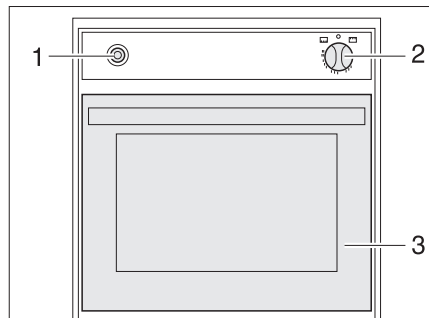

Bild 345 Gasbackofen (Spinflo)
- Backofenklappe (Bild 345,3) ganz öffnen.
- Drehregler (Bild 345,2) leicht drücken und auf "🔥" (Backofen) oder "GRILL" stellen.
- Drehregler (Bild 345,2) drücken und 5 bis 10 Sekunden lang gedrückt halten. Es strömt Gas zum Brenner.
- Zündschalter (Bild 345,1) so oft drücken, bis die Flamme brennt.
- Drehregler (Bild 345,2) auf "O" drehen. Die Flamme erlischt.